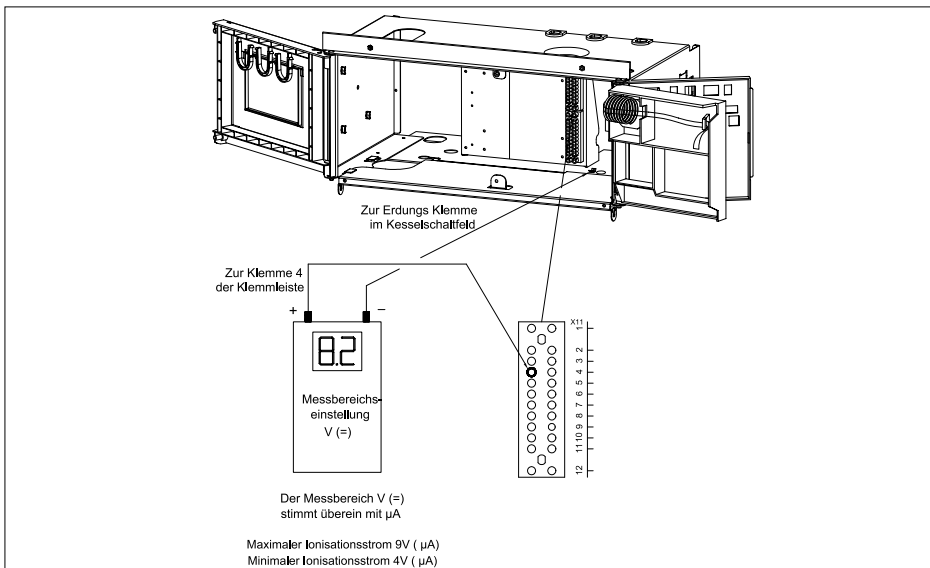

Bild 17 Ionisationsmessung
<p>Flammenbildung, aber keine oder nicht ausreichende ($< 4 \mu\text{A}$) Ionisation.</p> <p>Messung, siehe Bild 17 Kontrollieren:</p> <ul style="list-style-type: none"> - Flammengeometrie: ist der Flammenkern klar ersichtlich und ist das Flammenbild stabil? - CO_2-Einstellung im Voll- und Teillast - Erdung der Zündelectrode - Leckstromkontrolle an den Temperatursensoren (Präsenz von Feuchtigkeit) - Visuelle Kontrolle Zünd-/Ionisationselektrode (evt. weiße Oxide beseitigen mit z.B. Schmirgelpapier oder Drahtbürste) und Elektrodenabstand soll 3 bis 4 mm betragen.
5. Kontrolle der Ionisation (mindestens 4 μA , *Hinweis in Bild 17*).